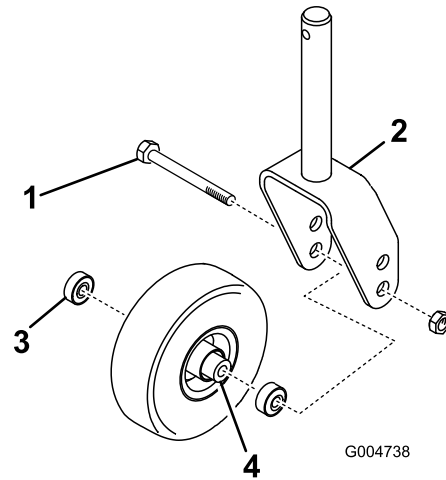
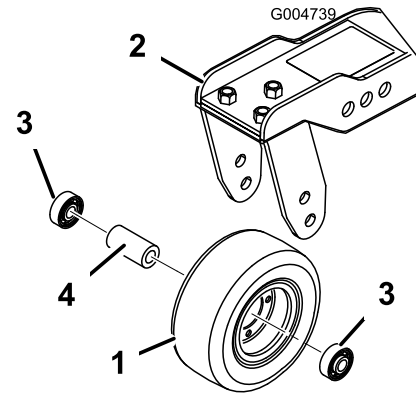

Figura 82
Figura 83
brazo de pivote (Figura 83). Sujete la rueda giratoria y retire el perno de la horquilla o del brazo de pivote.
1. Retire la contratuerca del perno que sujeta el ensamble de la rueda giratoria entre la horquilla (Figura 82) o el
2. Retire el cojinete de la rueda y deje que se caiga el suplemento del cojinete (Figura 82 y Figura 83). Retire el cojinete del otro lado de la rueda.